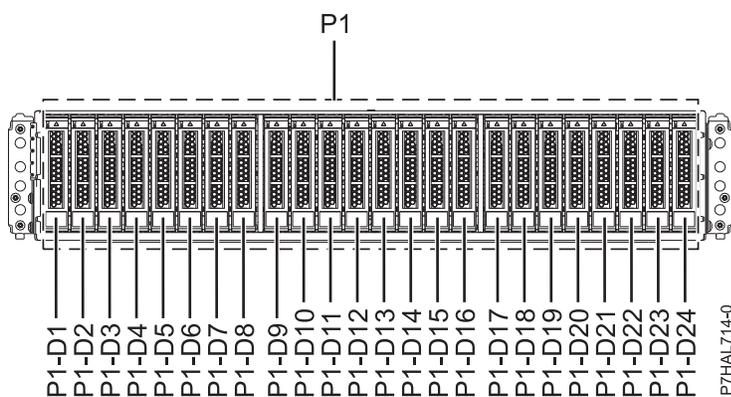
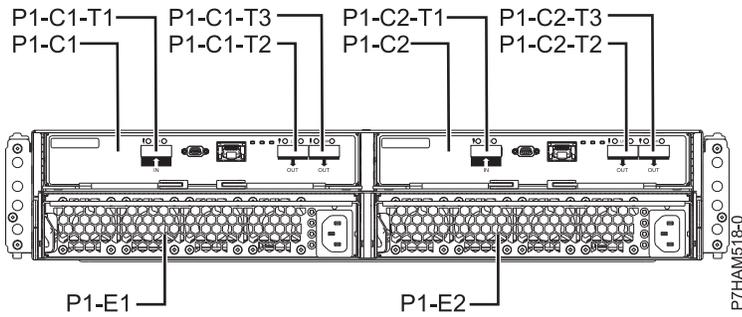

Figura 38. Vista frontal del Alojamiento de unidad de disco 5887 que muestra las ubicaciones de las unidades de disco.
Figura 39. Vista posterior del Alojamiento de unidad de disco 5887
3. Identifique la pieza y el alojamiento a los que desea aplicar el servicio. Las ranuras de unidad de disco y SSD están ubicados en la parte frontal del alojamiento. La Figura 38 y la Figura 39 en la página 42 muestran la vista frontal y la vista posterior del alojamiento y las ubicaciones de las unidades de disco en el alojamiento.